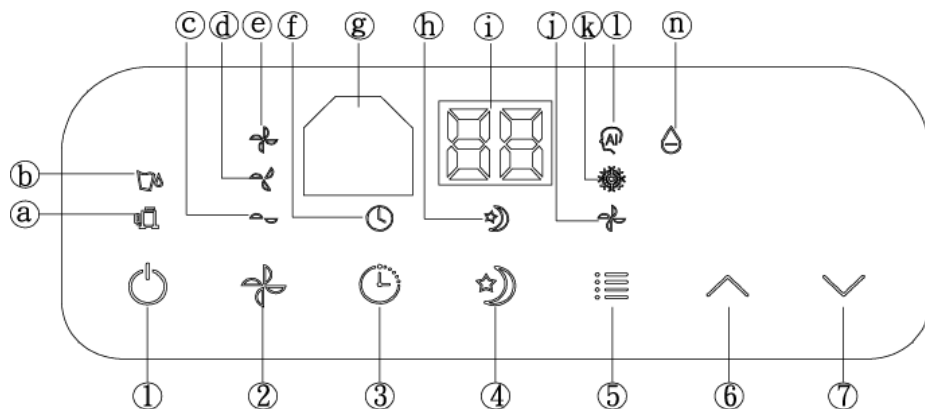

Рис.7. Панель управления прибора:
Нажмите кнопку выбора режима работы (кнопка 5 на рис.7). Режимы работы на выбор: автоматический, охлаждение, вентиляция, осушение, при этом индикатор выбранного режима загорается на панели управления.
1. Используйте кнопки увеличения или уменьшения температуры (6-7 на рис.7).
1. Используйте кнопку изменения скорости работы вентилятора (кнопка 2 на рис.7) для выбора работы прибора на низкой, средней или высокой скорости работы. Индикаторы выбранного режима работы загораются автоматически.